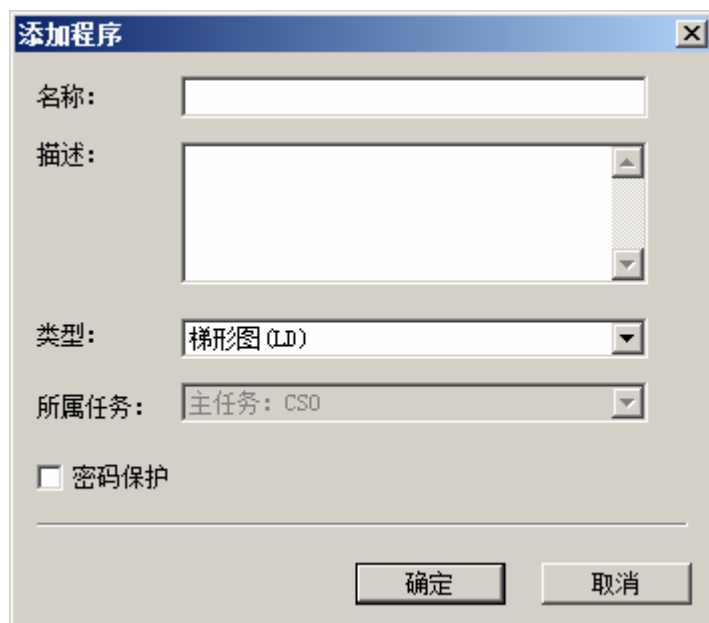

图 8-2 添加程序
1. 选中“任务配置”节点下添加的一个任务，右键菜单选择【添加/程序】弹出如图 8-2所示的对话框。
2. 如图 8-2 所示的对话框中配置完毕后，确定，在该任务节点下新增加一幅程序。